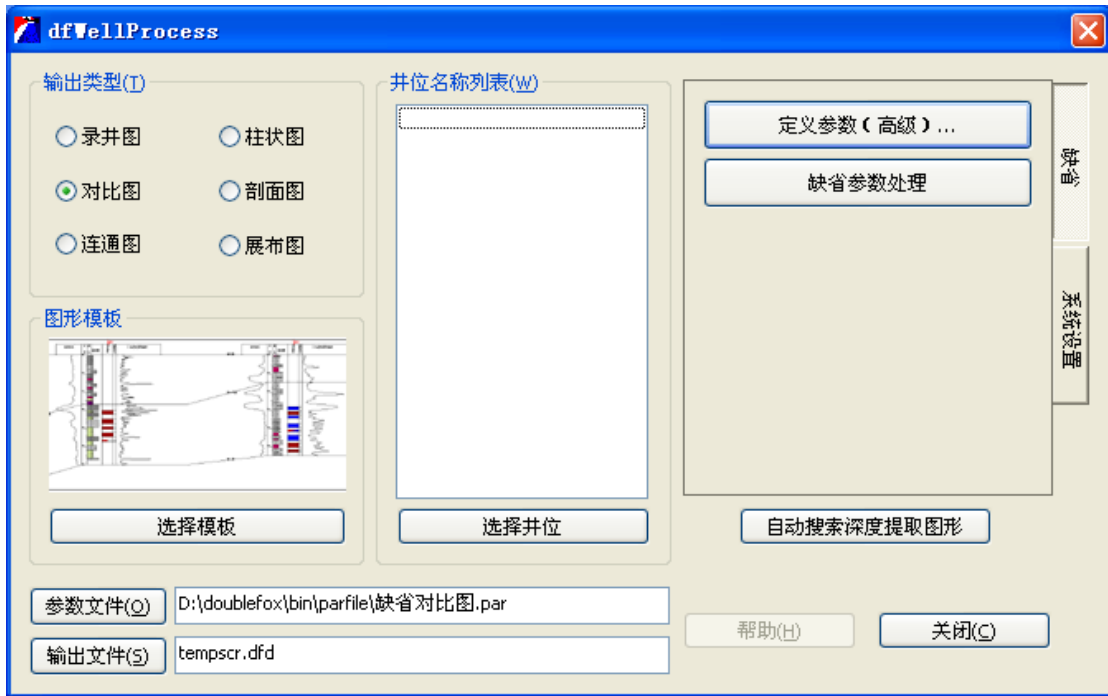
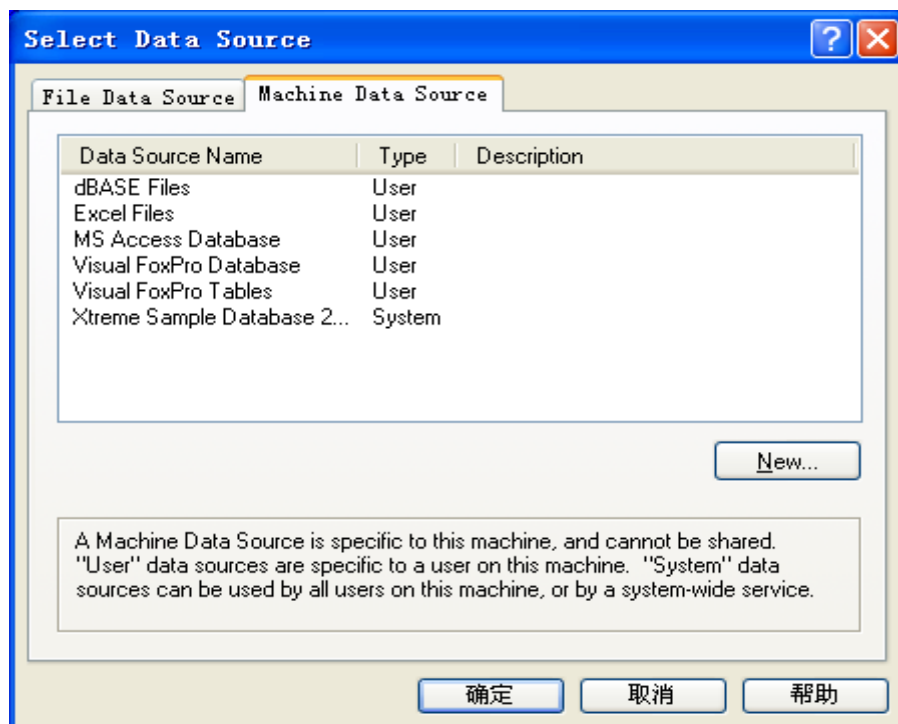

图 52
图 53
(1) 在图 52 所示的操作界面中，单击 **定义参数(高级)...**，弹出选择数据源对话框。选择机器数据源。根据成图数据库的格式选择相应的数据源名称。(如图 53) 这里我们的数据源名称选择 MS Access Database，选择完毕后单击 **确定**。